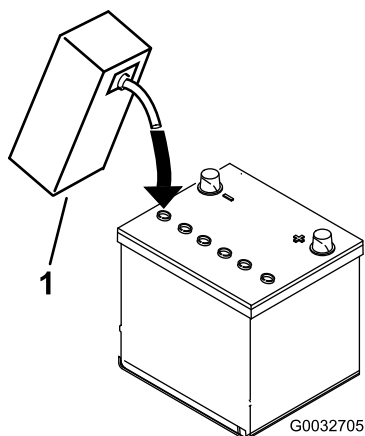

Рисунок 6
- Осторожно заливайте электролит в каждую ячейку до уровня над пластинами примерно 6 мм (Рисунок 6).
- Подождите примерно 20-30 минут, пока электролит не впитается в пластины. При необходимости доливайте электролит до уровня, не достигающего примерно 6 мм до низа заливного отверстия (Рисунок 6).